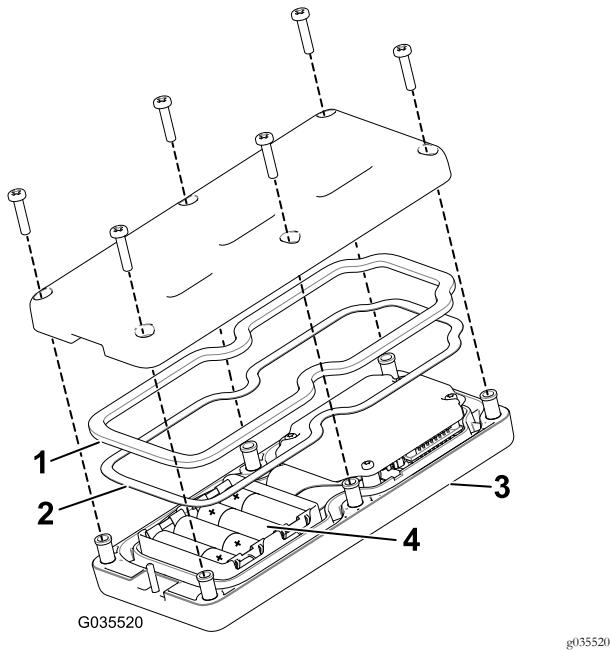

Рисунок 26
3. Отверните 6 винтов в задней части пульта дистанционного управления и демонтируйте крышку (Рисунок 26).
5. Вставьте все новые батарейки в соответствующие гнезда, соблюдая полярность. (Если батарейки будут установлены неправильно, устройство не будет повреждено, но и не будет работать.) В каждом гнезде имеется тиснение с обозначениями полярности клемм (Рисунок 26).
6. В случае случайного удаления резинового уплотнения и стальной прокладки осторожно установите их в канавку ручного пульта дистанционного управления (Рисунок 26).
7. Установите крышку, закрепите ее с помощью 6 ранее снятых винтов (Рисунок 26) и затяните их с моментом 1,5-1,7 Н·м.